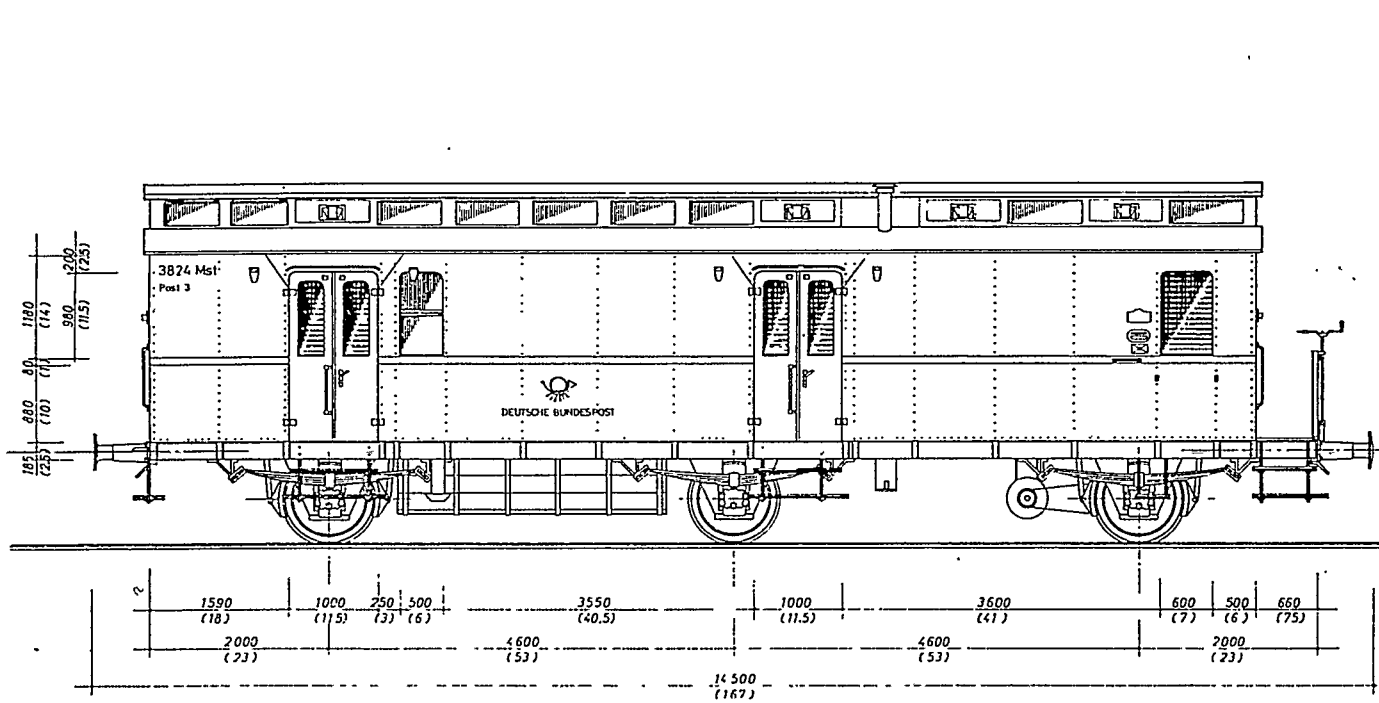

Abb. 8 Seitenansicht.
*Bild 8 (rechte Seite Mitte): Im Jahre 1908 wurde dieser vierachsige Bahnpostwagen der Gattung IVa mit 17m Kastenlänge gebaut. Er wurde am 30.11.1944 ausgemustert.*